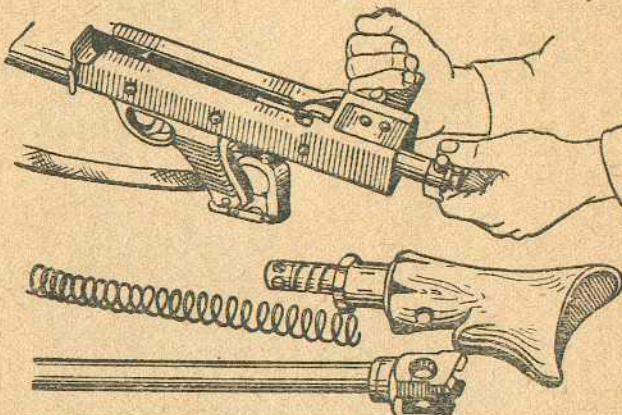

Рис. 13. Как отделить затвор
**4. Отделить затвор** (рис. 13). Взявшись правой рукой за рукоятку заряжания, энергично отвести затвор назад и, придерживая его левой рукой, вынуть из короба.